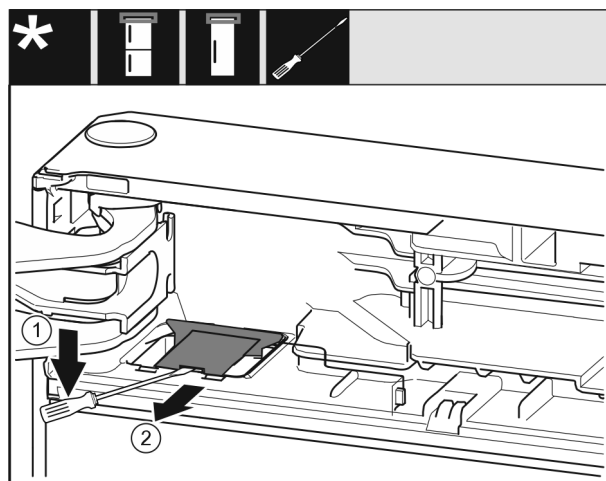

Fig. 11
- Déloger le cache Fig. 11 (1) au moyen d'un tournevis plat.
- Retirer le cache Fig. 11 (2).